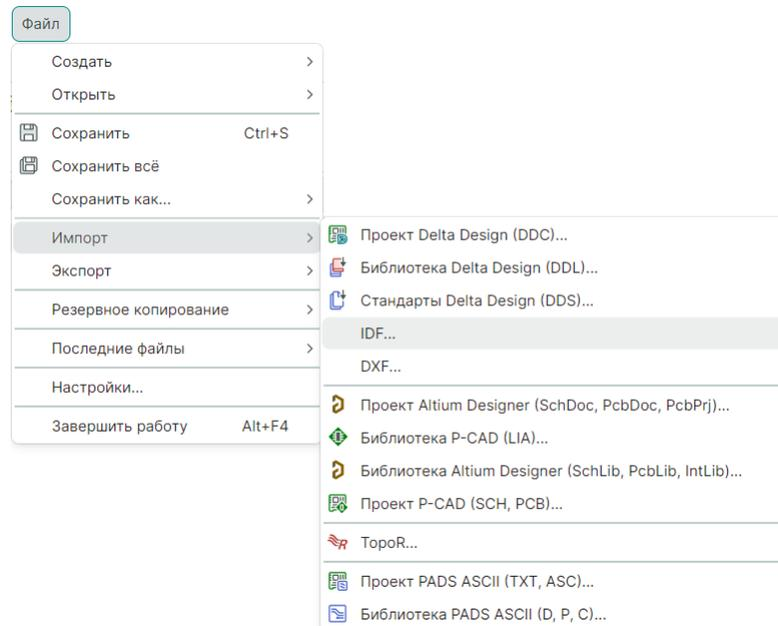

Рис. 100 Переход к импорту IDF
2. Выберите тип источника импорта из главного меню «Файл» → «Импорт» → «IDF...», см. Рис. 100.